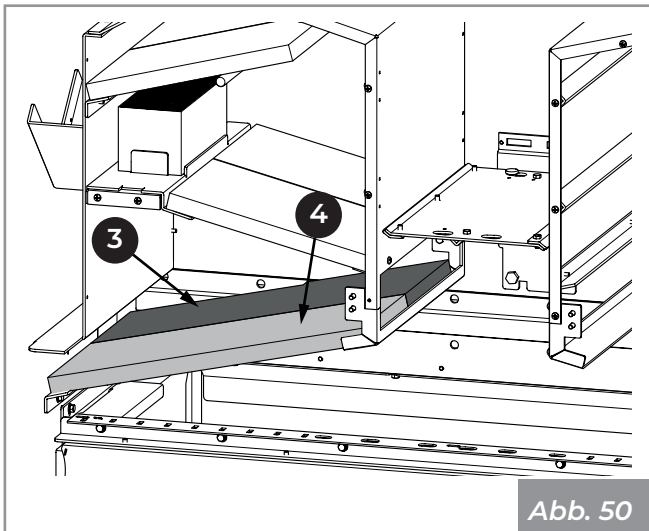

Abb. 50
- 4) Die Platten (4 und 3) herausziehen und entfernen (Abb. 50).